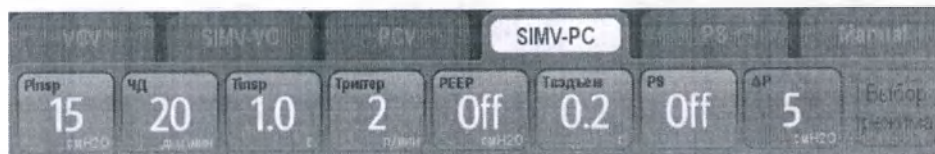

РИС. 5-6 Вкладки режимов вентиляции
1. Выберите вкладку нужного режима. Экранная клавиша «Установка режима» (или «Заданный режим» в ручном режиме) начнет мигать (РИС. 5-6).